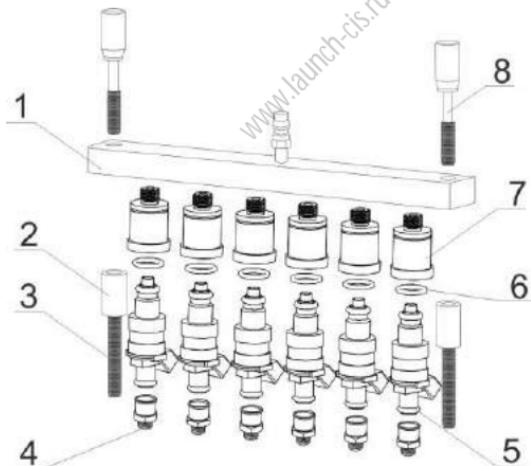

Рис. 5.6
- 1) Выберете адаптер обратной промывки (7) и соответствующее уплотнительное кольцо на хвостовик.
- 4) Входной штуцер установите в соответствующий адаптер верхней подачи (4).
- 5) Установите топливный распределитель с форсунками в соответствующие отверстия над мерными колбами. Равномерно затяните прижимные винты (8) для крепления топливного распределителя, как показано на рис. 5.6.